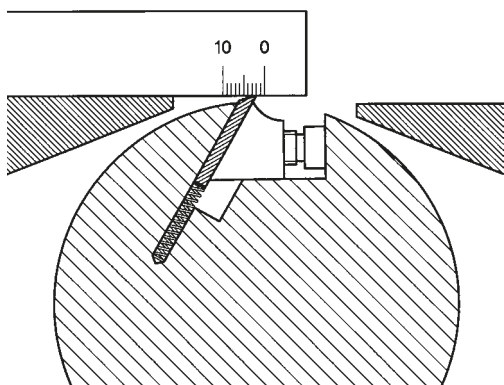

Fig.5
## Réglage des tables (Fig.5)
Les tables de dégauchisseuse sont réglées de l'usine et ne requièrent normalement plus d'ajustage. La table de sortie de la dégauchisseuse doit être réglée à la même hauteur que les fers de dégau. A cet effet, utilisez un carret de bois dur bien dressé et tracez en bout tous les mm un trait sur 10 mm de long. Positionnez-le avec le trait "0" sur l'arête de la table de sortie. Maintenant tournez à la main l'arbre d'un tour (afin de pouvoir tourner l'arbre à la main, mettre l'interrupteur de défreinage sur "1"). Quand les fers déplacent le bout de bois de 2 à 3 mm, vous avez obtenu un réglage optimal, sinon recontrôlez le bon positionnement des 3 fers dans l'arbre. Le déplacement en hauteur de la table de sortie s'effectue par desserrage du boulon (fig.5 bis,1), et par moyen du levier (fig.5 bis,2). Après avoir effectué le réglage, bien veiller au serrage du boulon (1).